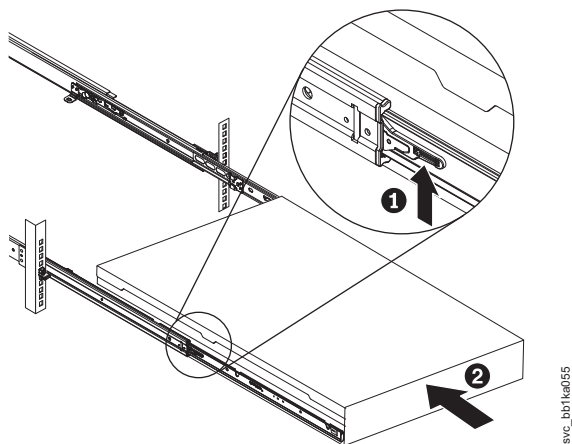

図 96. ラックのスライド・レールの ロック・レバーを上げる
11. スライド・レール上のロック・レバー (図 96 の **1**) を上げて、サーバー **2** を、所定の位置にカチッと音を立てて収まるまで、ラック内に完全に押し込みます。